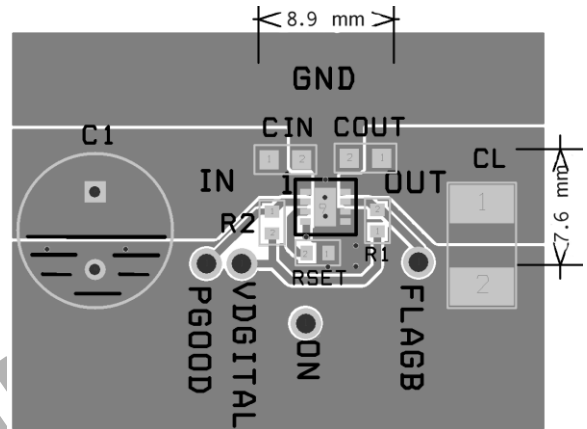
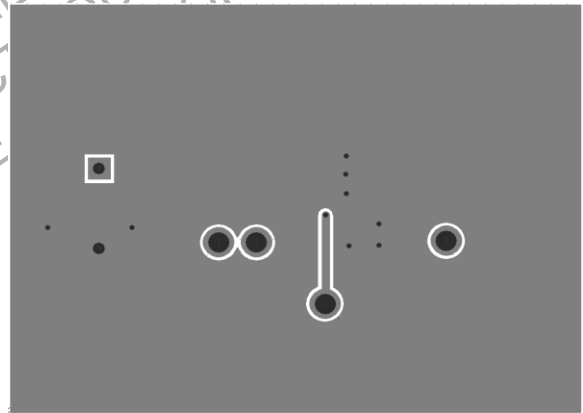

图 39. 输出和接地铜片正确布局 (顶视图, SST, 以及 1st 层)
图 40. 正确布局 (底面图和 ASB 层)
若要实现最佳效果，所有的线路应尽量短。若要实现最高效率，输入和输出电容应尽可能靠近器件放置，从而尽量降低正常和短路工作时的寄生电感。图 39 IN, OUT 和 GND 引脚使用较宽敷线，有助于降低寄生电感，以及壳至环境的热阻。
3. IN、OUT 和 GND 引脚可耗散在高负载电流条件期间产生的大部分热量。强烈推荐采用图 39 和图 40 中的建议布局，它说明了器件在 MLP 3x3 封装中的正确布局。将 IN, OUT 和 GND 引脚连接至铜片，从而尽量将器件的热量传输出来。低功率 FLAGB 和 ON 引脚敷线应远离器件，尽量增大接地垫的面积。尽可能靠近器件放置输入和输出电容。